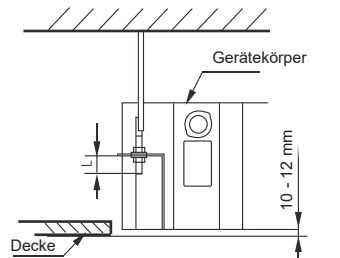

Abb. 5-6
- Die Position so justieren, dass die Luftspalte zwischen den vier Seiten des Gerätekörpers und der Decke gleich groß sind. Der untere Teil des Gerätekörpers muss um 10-12 mm in der Decke versenkt sein (siehe Abb. 5-6).
- Im Allgemeinen entspricht Abstand L der halben Länge des Befestigungshakens (siehe Abb. 5-6).